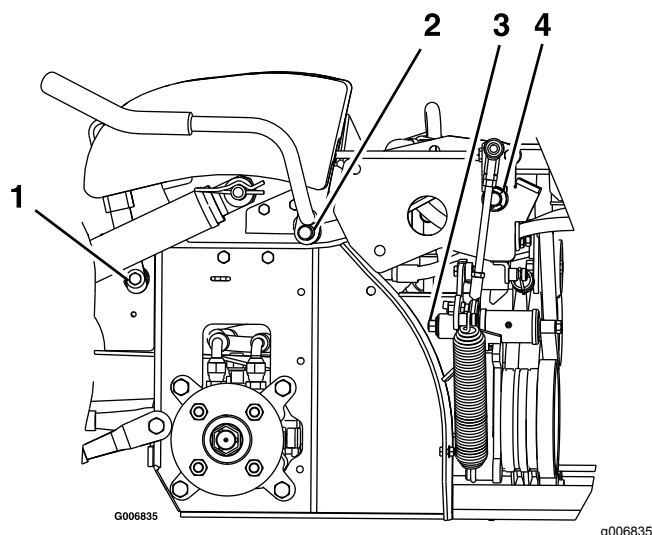

Рисунок 35
3. Смажьте бронзовые втулки на оси поворота рукоятки тормоза смазкой из распылителя или жидким маслом (Рисунок 35).